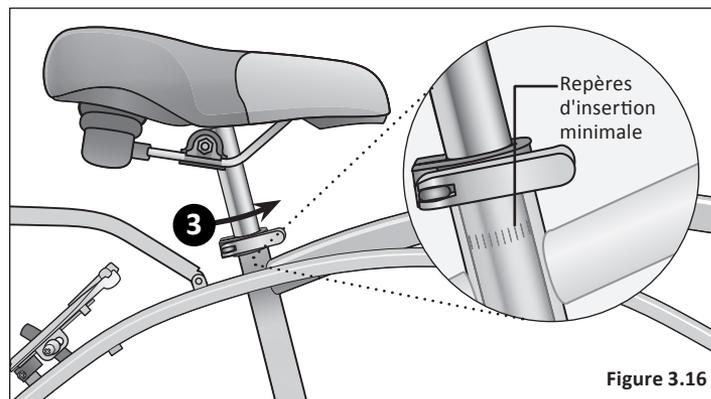

Figure 3.16
- 3 Fermez le levier à dégainement rapide et verrouillez la selle en place. Si la pression n'est pas suffisante pour maintenir la selle en place, ouvrez le levier à dégainement rapide. Avec une main sur le levier à dégainement rapide et une main sur l'écrou de réglage, commencez à serrer l'écrou de réglage à la main jusqu'à ce que vous commenciez à sentir une certaine résistance contre le collier de la selle. **N'essayez pas** de serrer en tournant le levier à dégainement rapide. Le levier à dégainement rapide est utilisé pour fermer tandis que l'écrou d'ajustement est utilisé pour ajuster la pression. **Figure 3.16**